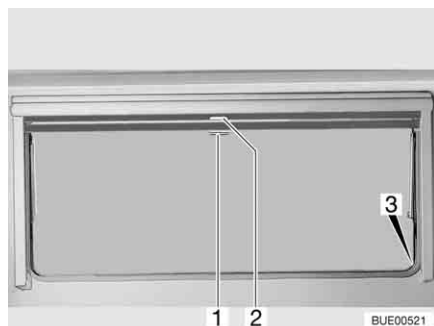

Fig. 38 Finestra apribile
- Tirare verso il basso l'oscurante a rullo accompagnandolo con la maniglia (Fig. 38,2). Quando si chiude completamente l'oscurante a rullo esso va agganciato da entrambi i lati al telaio della finestra nell'apposito elemento di fissaggio (Fig. 38,3).
- Quando l'oscurante a rullo è completamente chiuso: Spingere la maniglia (Fig. 38,2) verso il basso tirandola leggermente verso l'interno. Sganciare l'oscurante a rullo dagli elementi di fissaggio a destra e a sinistra del telaio della finestra.
- Quando l'oscurante a rullo si trova in posizione intermedia: Tirare la maniglia (Fig. 38,2) leggermente verso il basso finché l'elemento di fissaggio non si è sganciato.
- Tirare la maniglia (Fig. 38,1) della zanzariera a rullo verso il basso e agganciarla all'elemento di fissaggio (Fig. 38,3) su entrambi i lati del telaio della finestra.
- Spingere la maniglia (Fig. 38,1) verso il basso tirandola leggermente verso l'interno. Sganciare la zanzariera a rullo dagli elementi di fissaggio a destra e a sinistra del telaio della finestra.